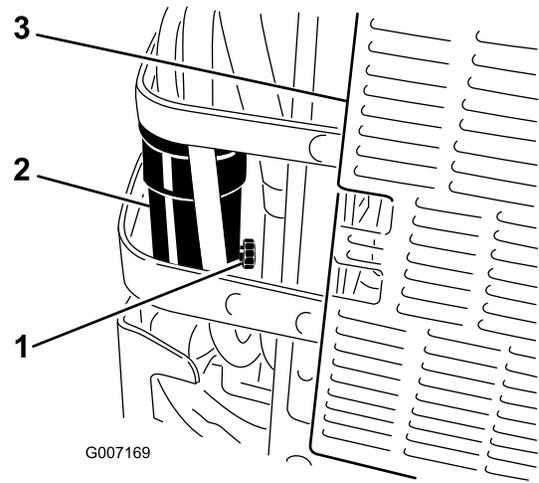

Figura 65
6. Abra la válvula de drenaje del separador de agua aproximadamente una vuelta para que se vacíen el agua y otros contaminantes (Figura 65).
7. Cierre la válvula de drenaje cuando salga solamente diésel combustible (Figura 65).